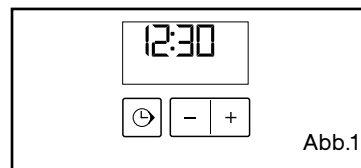

Abb.1
Prüfen, dass der Programmierer die Tageszeit anzeigt und diese nicht blinkt. (Abb. 1).
- Die Glasabdeckung entfernen (Abb. 1).